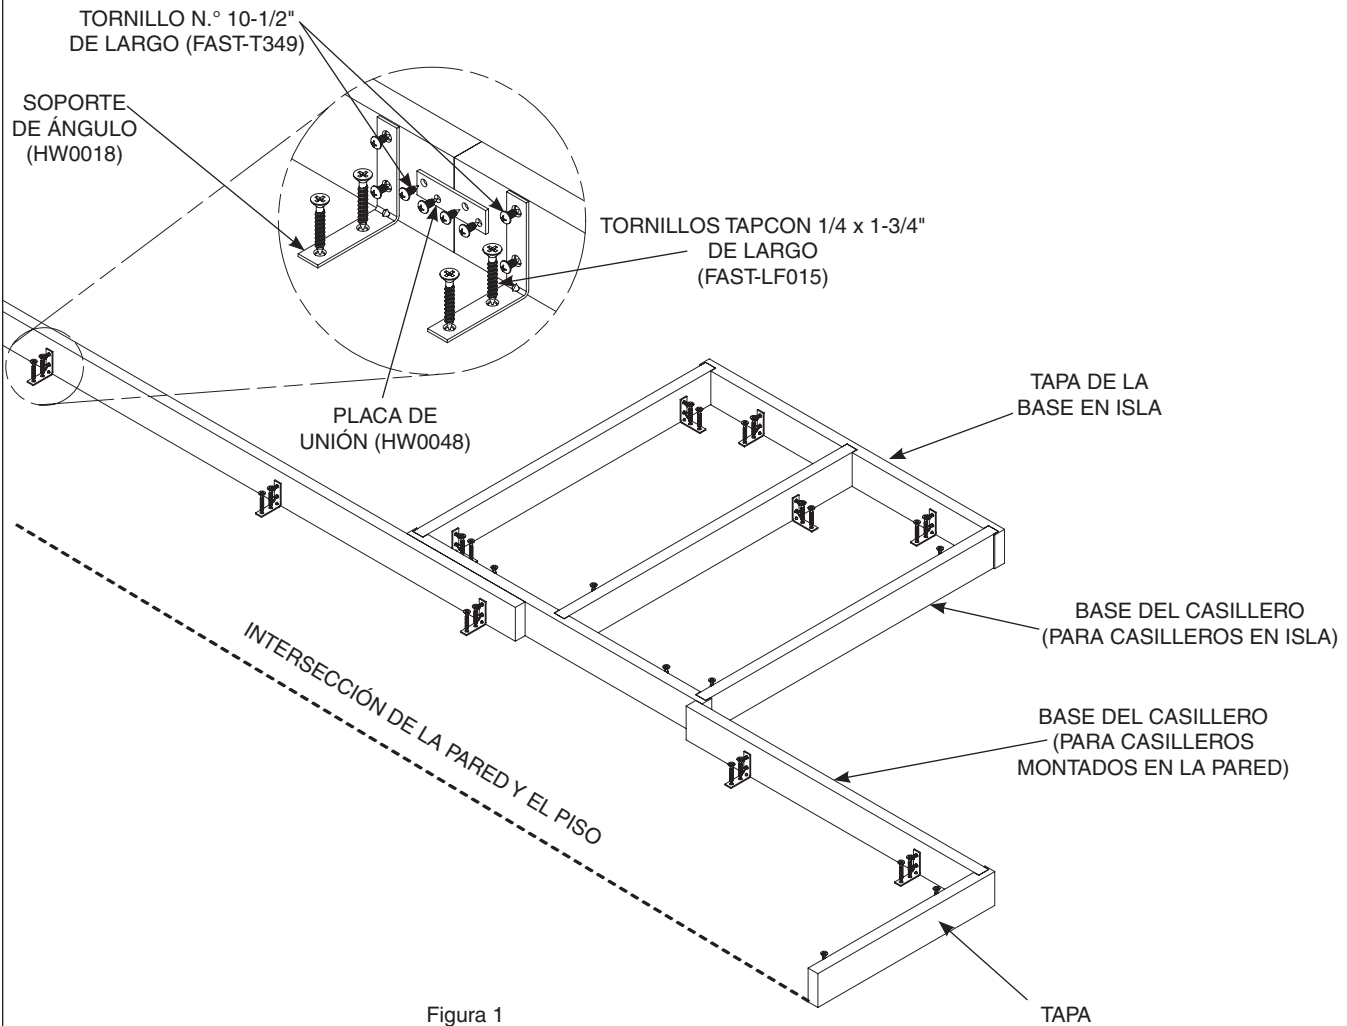

Figura 1
2. Coloque las secciones de la base según el diseño original. Los extremos de las secciones de la base encajan en las ranuras de las tapas (consulte la Figura 1). Cuadre y aplome las secciones y las tapas con las cuñas según se requiera. Si se utilizan cuñas, colóquelas bajo los soportes de montaje de manera perpendicular al soporte.
3. Para tramos más largos de casilleros, puede que sea necesario que las secciones de la base estén conectadas. Perfore orificios guía de 1/16" a 1/2" de profundidad para los tornillos n.º 10 x 1/2" que fijan el soporte de ángulo y la placa de unión a la base. Use la placa de unión y los tornillos n.º 10 x 1/2" proporcionados para conectar las piezas (consulte la Figura 1).
4. Use la pieza metálica de montaje proporcionada correspondiente para anclar las secciones de la base al piso. Utilice una broca de taladro de hormigón de 3/16" para los tornillos Tapcon de 1/4" x 1-3/4" (consulte el recuadro de la Figura 1).